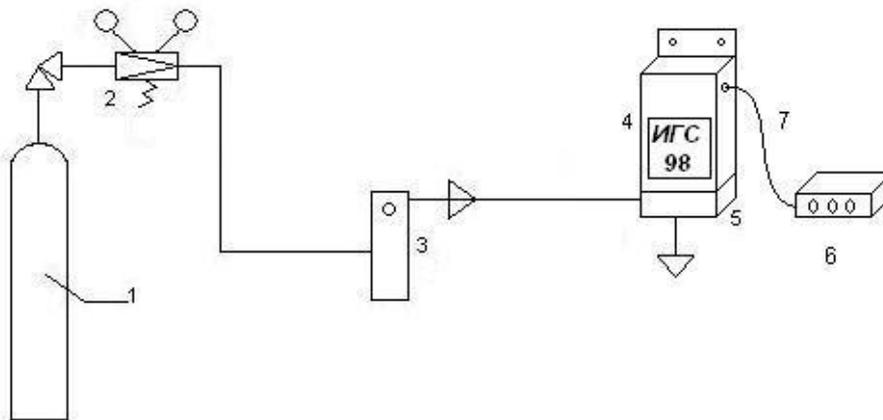

рис. 1. Принципиальная схема газовой установки для проверки стационарных ГС серии ИГС-98 от баллонов со сжатыми газовыми смесями ПГ-ГСО.
3.7.1. Поверку ГС на чувствительность к таким газам, как O_2 , CO , CO_2 , H_2 , CH_4 , C_2H_6 , производят на установке, представленной на рис. 1, с использованием сжатых аттестованных пневмогазовых смесей (ПГС-ГСО) в баллонах.
- Плата для двухпроводного подключения (маркировка ЕС-А8М) – используется в ГС «Агат-Д», «Астра-Д», «Хмель-Д», «Хвощ-Д» «Мак-Д» «Клевер-Д», «Мак-Д», «Сирень-Д», «Сапфир-Д», «Флора-Д». Принципиальная схема показана на рис.1, расположение элементов – на рис.1а и 1б.
рис. 1а. Расположение элементов на плате EC-A8M с обратной стороны